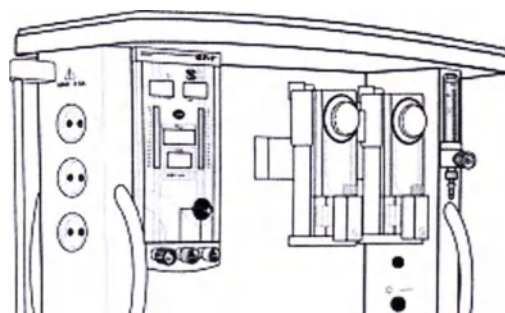

рис. 11
- см. собственную Инструкцию по обслуживанию. По своей конструкции и назначению электронный датчик потока /Рис. 11/ годится для применения так наз. LOW - Flow или Minimal - Flow анестезии. Электронный датчик потока, кроме всего прочего, содержит и защиту пациента от гипоксической смеси.